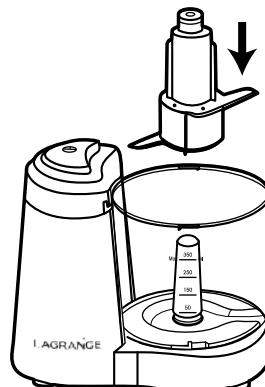

Fig. 2
- \* Zet het snijgedeelte in de beker van het apparaat (Fig. 2). Plaats het snijgedeelte op de aandrijfas door het kunststof uiteinde van het snijgedeelte aan te drukken tot het volledig op de as geschoven is.